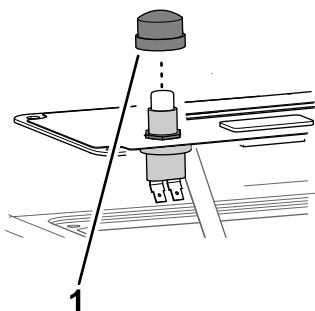

Figure 6
4. Montez le cache de l'interrupteur sur l'interrupteur (Figure 6).